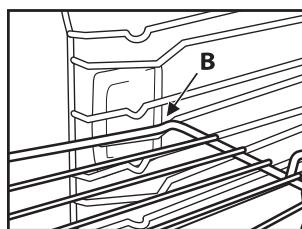

Рис. 2
2. Наклоните решетку с учетом положения фиксации В (рис. 2).